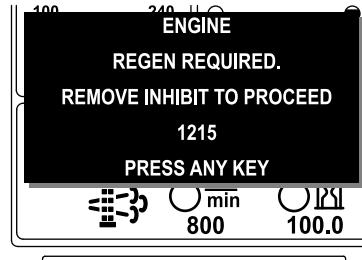

Bild 42
**Hinweis:** Wenn Sie im InfoCenter das Verhindern der Regenerierung eingestellt haben, wird ADVISORY#1215 (Bild 42) alle 15 Minuten im InfoCenter angezeigt, während der Motor eine Zurücksetzen-Regenerierung anfordert.